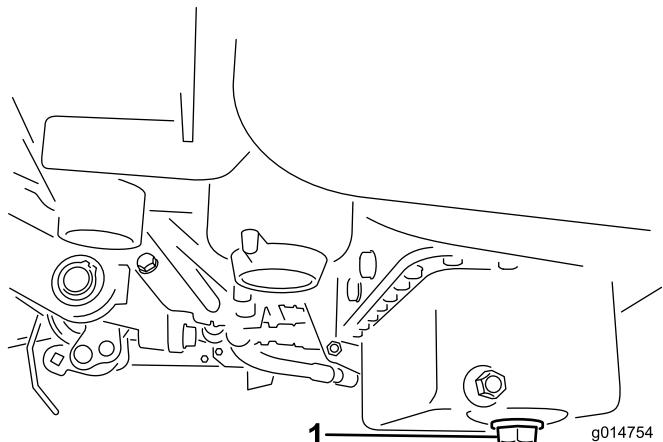

Bild 42
1. Entfernen Sie die Ablassschraube und lassen das Öl in ein Auffanggefäß ab. Schrauben Sie die Ablassschraube wieder ein, nachdem das Öl abgelaufen ist (Bild 42).